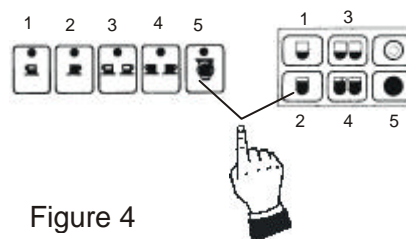

Figure 4
**MODÈLE AUTOMATIQUE ÉLECTRONIQUE** (Fig. 4)